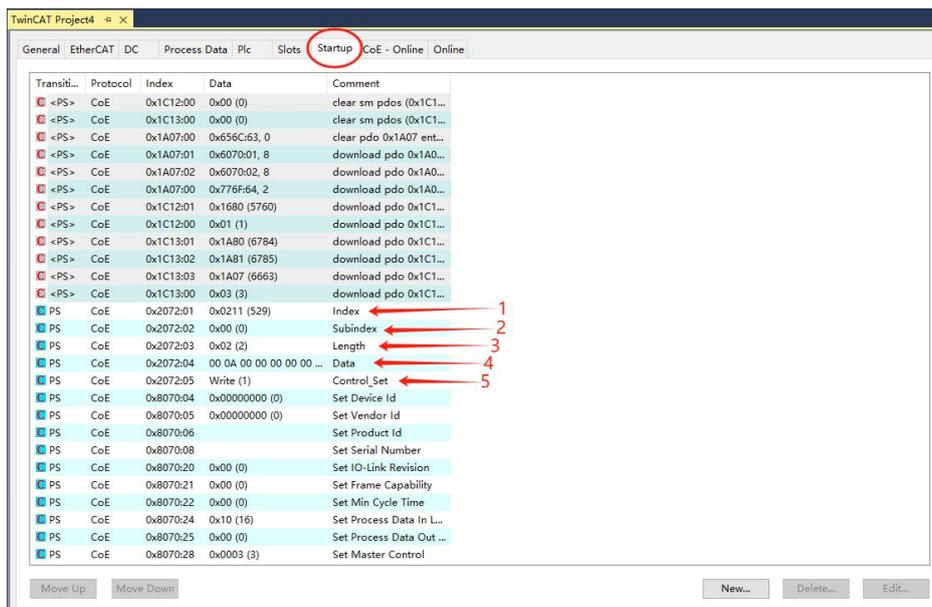

图 2
2、配置滤波参数为 10 (0x000A),如图 2 所示点击红色椭圆圈的 Startup, 然后依次修改箭头所指的参数: Index=0x0211, Subindex=0, Length=1, 滤波参数 Data=00 0A, Control_Set=Write(1)。